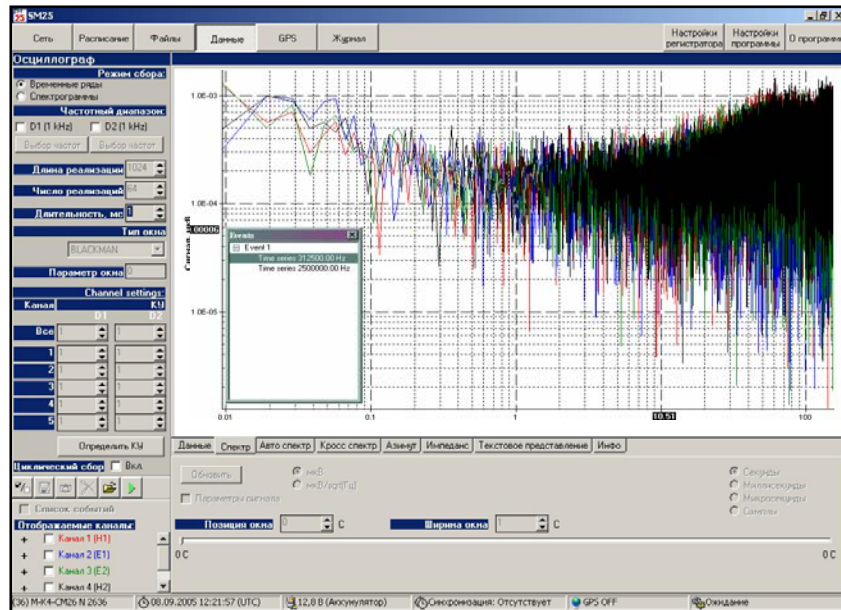

Рисунок 8.9
- Вкладка «Спектр» (рисунок 8.9) выводит выборочные мгновенные автоспектры по выбранным каналам в окне, заданном на вкладке «Данные»;